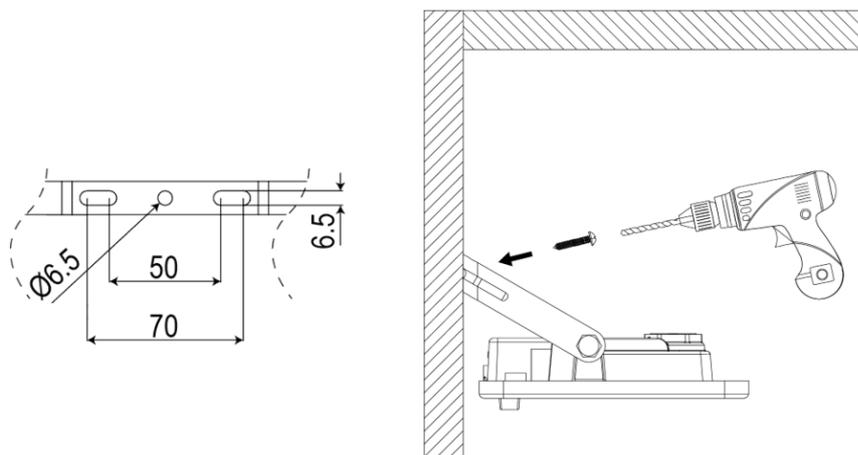

Abb. 2
- Bohren und dübeln Sie die Wand an den markierten Stellen an und schrauben Sie den Befestigungsbügel mit einer geeigneten Schraube an die Wand (siehe Abb. 2).